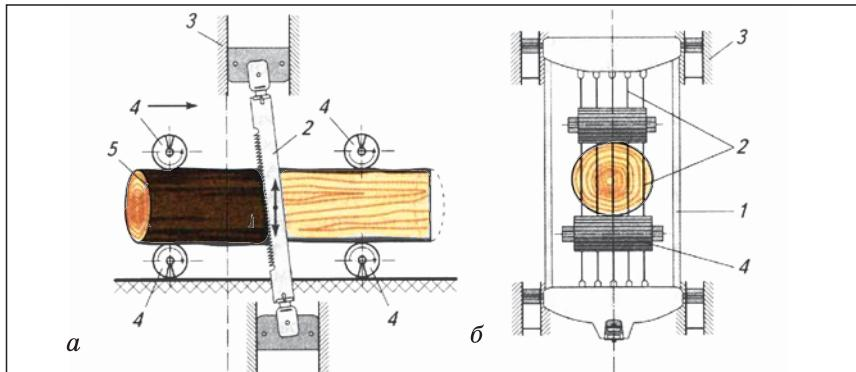

Рис. 5. Схема лесопильной рамы:
Лесопильная рама (*рис. 5*) состоит из пильной рамки (1) с набором вертикально закрепленных полосовых пил (2).